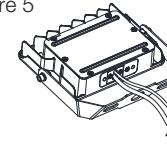

Figure 6
STEP 2: Connect the wires properly according to the right wiring requirements (pay attention to positive wire, negative wire, and ground wire), and then put the wires into lamp pole (Figure 6).
ÉTAPE 2: Raccordez les fils adéquatement selon les exigences de bon câblage (faites attention au fil positif, au fil négatif et au fil de mise à la terre), puis mettez les fils dans le mât de la lampe (Figure 6).